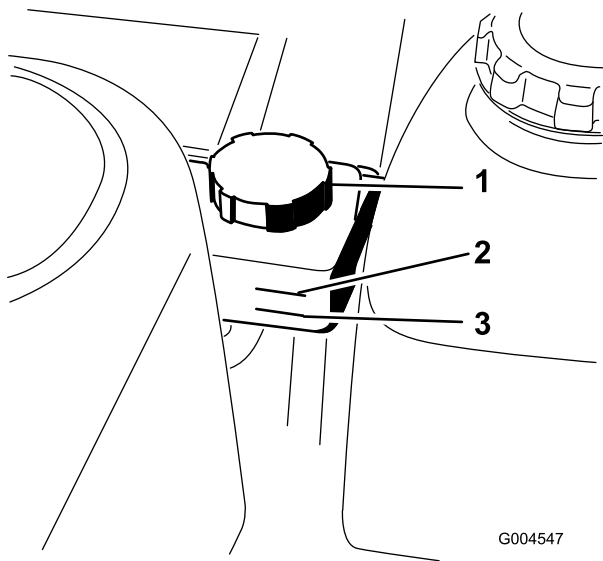

Figure 50
**Remarque:** Le niveau de l'huile hydraulique se contrôle de deux manières : quand l'huile est chaude et quand elle est froide. Le réservoir a 2 niveaux différents selon que l'huile est chaude ou froide (Figure 50).
2. Nettoyez la surface autour du réservoir hydraulique (Figure 50).
5. S'il est nécessaire de rectifier le niveau, retirez le bouchon du goulot de remplissage (Figure 50).
8. Ajoutez de l'huile jusqu'à ce qu'elle atteigne le repère "à froid" sur le réservoir hydraulique (Figure 50).